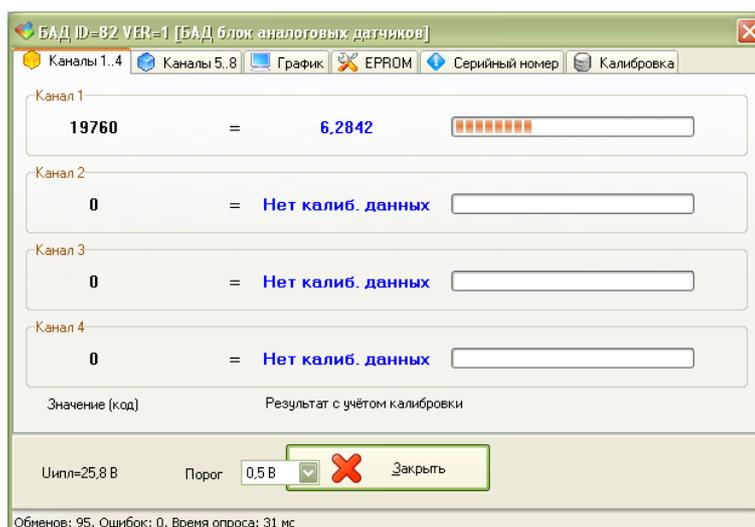

Рисунок 16 - Показания канала измерения тока
3) На соответствующий вход измерительного канала R0-R3 (разъем X4) проверяемого блока вместо первичного преобразователя, соблюдая полярность, последовательно подать постоянный электрический ток от калибратора тока, соответствующее проверяемым точкам: 6,000 мА; 10,000 мА; 18,000 мА. Зафиксировать для каждой проверяемой точки соответствующего канала измеренное блоком БАД-8 установившееся значение тока по показаниям программы RASOS на мониторе ПЭВМ на вкладке «Каналы 1...4» (рисунок 16).